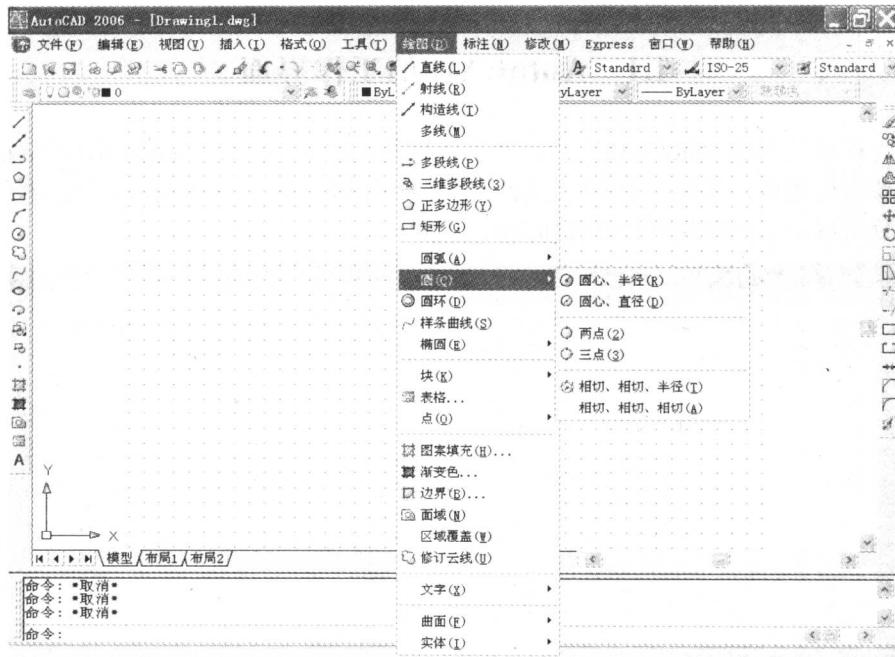

图 1-2
AutoCAD 的菜单项由 **文件 (F)**、**编辑 (E)**、**视图 (V)** 等 12 种菜单组成，如图 1-2 所示为 **绘图 (D)** 菜单。